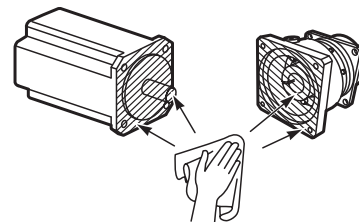

図 F1
- (1) モータ軸と減速機フランジ面の防錆剤・油分などをふき取ってください。(図 F1)
- (2) カップリング③が真上になるように減速機を適当な台の上に置いてください。
- (3) セット用孔の栓①を取り外してください。
- (4) セット用孔①からカップリング締付ボルト②が締め付けられるように、手回しで位置を合わせてください。
- (5) カップリング③の中心孔にモータ軸を挿入して垂直に押し込み、モータとアダプタープレート④のインロー部をはめ合わせてください。